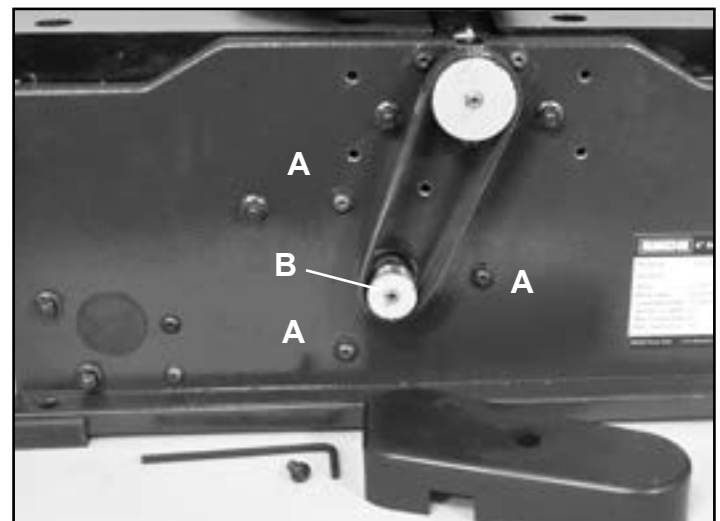

FIG. 29
- Afloje los 3 tornillos (FIG. 29, A) y empuje la polea del motor inferior (B) hacia arriba.